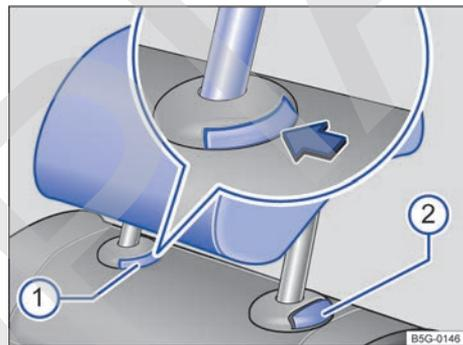

Fig. 44 Plaza trasera central: desmontar el apoyacabezas.
- Pulse la tecla → fig. 44 ① de la guía del apoyacabezas.
- Al mismo tiempo presione la tecla ② mientras una segunda persona extrae el apoyacabezas completamente.